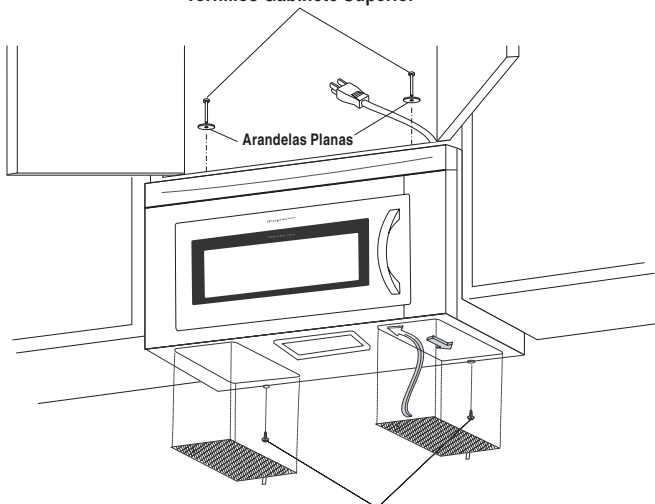

Figura 19
3. Utilisez les deux vis de coffret supérieur et deux rondelles plates fournies dans la HERRAJES DE INSTALACIÓN pour fixer l'unité sur le coffret supérieur. Vea la Figura 19 de la página 7.
4. Asegurar el fondo del horno a la Placa de Montaje utilice dos Tornillo Auto-perforante de 4 x 8 mm de los HERRAJES DE INSTALACIÓN. Vea la Figura 19 de la página 7.